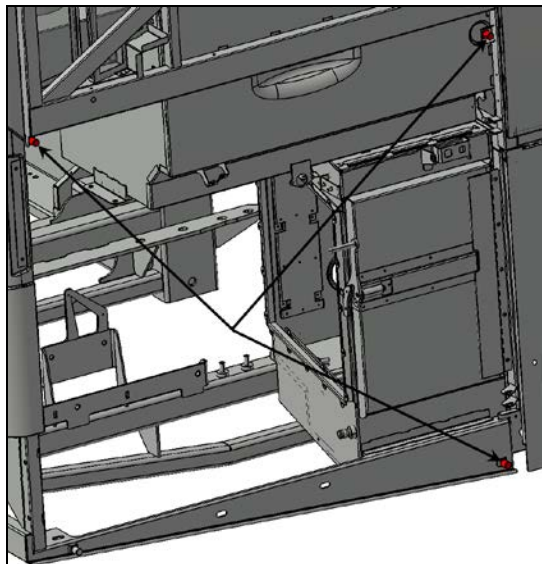
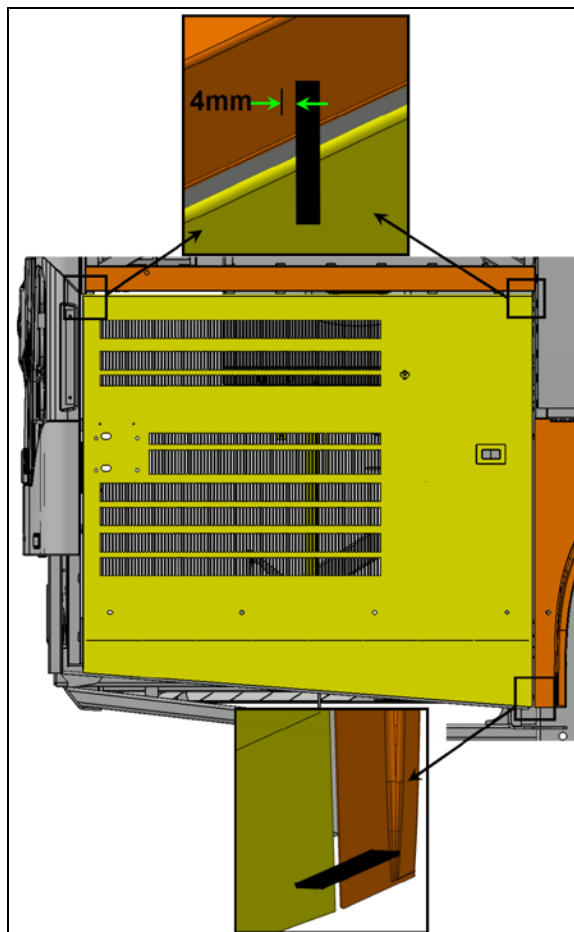

FIGURE 67:
FIGURE 68:
19. Visser ou dévisser les butées supérieures afin que la partie supérieure de la porte excède le panneau supérieur de  $5/32''$  à  $3/16''$  (4mm à 5mm) (Voir Figure 67: et Figure 68:).